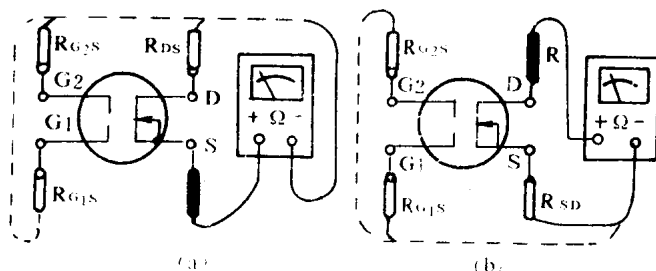

图 1.8 测量场效应管的电阻
① 检测管子的好坏。将万用表置于  $R \times 10$  或  $R \times 100$  档,如图 1.8 所示,测量源极 S 和漏极 D 之间的电阻,一般应在几十欧到几千欧之间,视不同的管型而定。若大于正常值或为无穷大,可能存在内部接触不良或内部断极。若接近于零,则可能已被击穿。再将万用表置于  $R \times 10k$  档,测量栅极 G1 和 G2 之间、栅极与源极之间、栅极与漏极之间的电阻及  $R_{G1G2}$ 、 $R_{G1S}$ 、 $R_{G2S}$ 、 $R_{G1D}$ 、 $R_{G2D}$  等正常时,这些阻值均为无穷大。若有异常,则表明管子已损坏。不过当 G1 和 G2 内部断极时,用电阻法、电压法均不能检测出来,只能用代换法作判定。